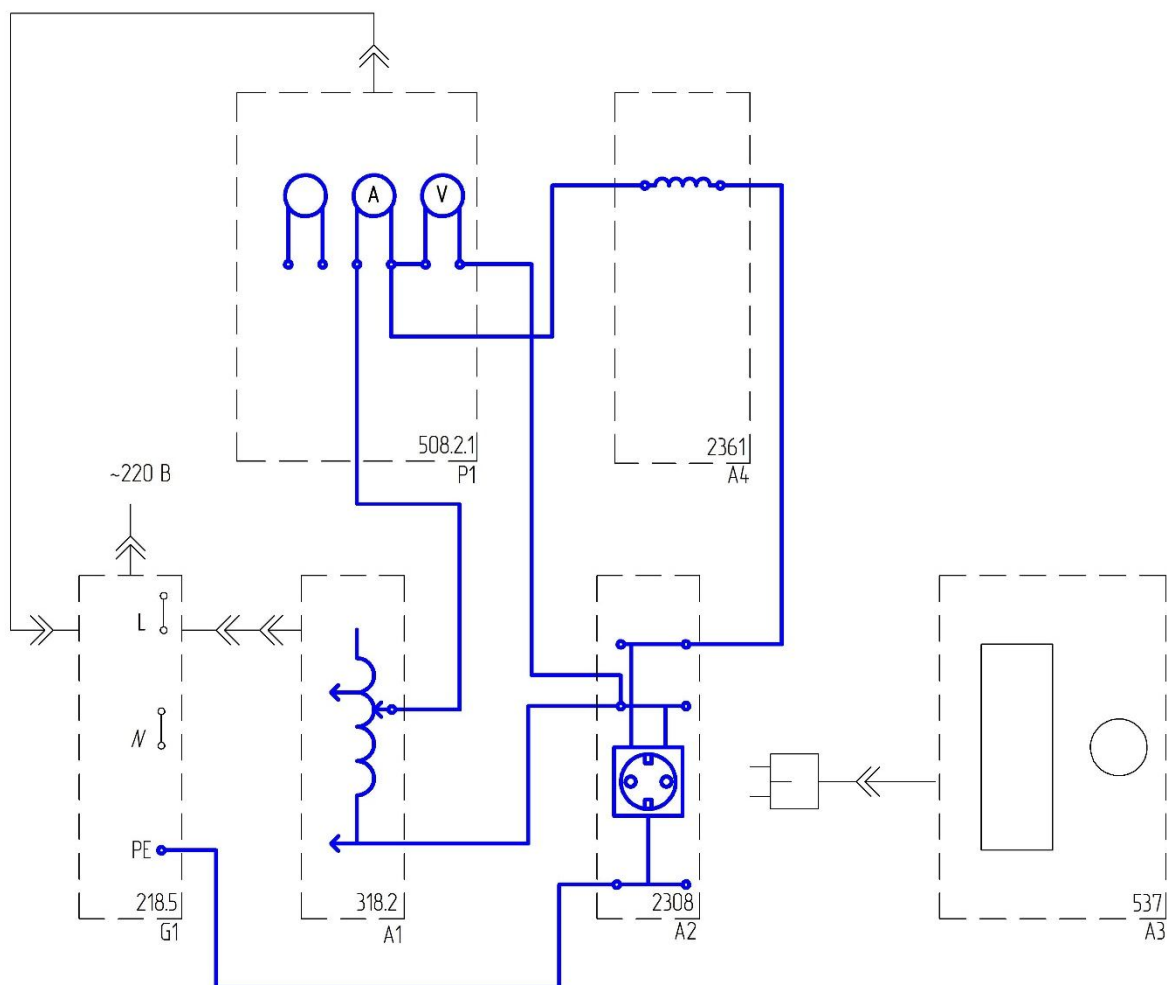

Рис.2.11
- Соедините аппаратуру в соответствии со схемой электрической соединений, приведенной на рис.2.11.